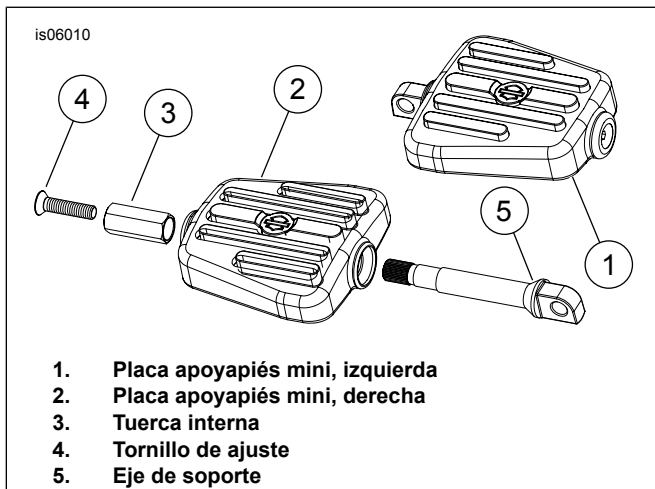

Figura 2. Kit de placa apoyapiés mini: 50451-09
- Para el kit 50451-09, vea Figura 2. No hay piezas de servicio para este kit.
6. **Para ajustar la placa apoyapiés a fin de obtener más comodidad: Kit 50451-09, vea Figura 2.**
- a. Retire el tornillo de ajuste (4).
- b. Retire parcialmente el conjunto de la banda de rodamiento (1, 2, 3) del eje de soporte (5).
- c. Gire el conjunto de la banda de rodamiento alrededor del eje de soporte. Los dientes del eje se engancharán a la tuerca interna (3) cada 10 grados.